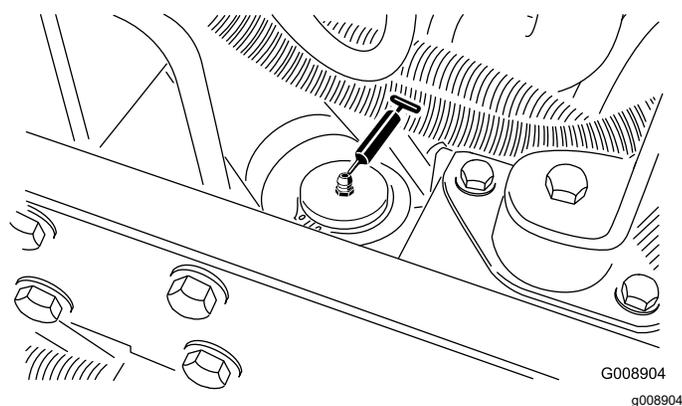

Рисунок 69
- Гидроцилиндр рулевого механизма (Рисунок 69).